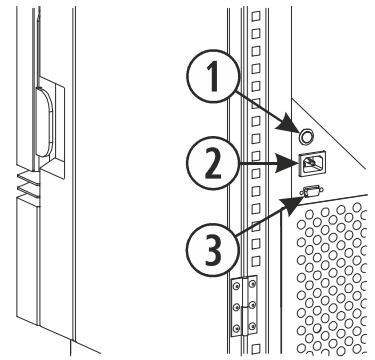

Figura 14
- ECO III: Sobre la conexión de corriente de la estufa (*figura 14*).